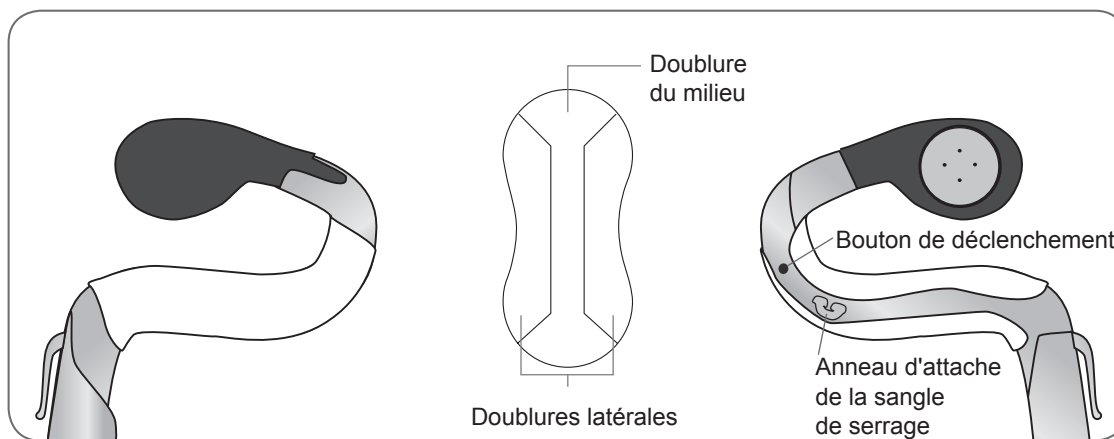

Figure 6-8 : Le couvercle du renfort de poignet adhère au renfort de poignet.
5. Vérifiez que l'ensemble du renfort de poignet est protégé. Reportez-vous à la Figure 6-8.